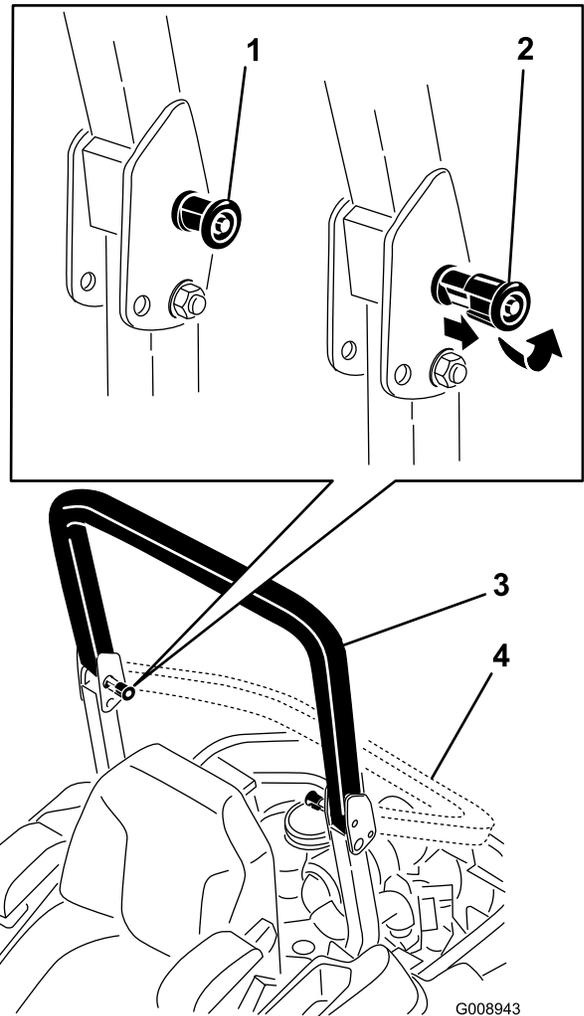

Figura 8
2. Tire de ambos pomos hacia fuera y gírelos 90° para desengranarlos (Figura 8).
3. Coloque la barra anti-vuelco en la posición de bajada (Figura 8).
4. Para elevar la barra anti-vuelco, suba la barra a la posición de uso, y gire los pomos para que se introduzcan parcialmente en las ranuras (Figura 8).
5. Eleve la barra a la posición vertical, presionando sobre la parte superior de la misma; las clavijas encajarán en cuanto se alineen con los orificios (Figura 8). Presione sobre la barra para asegurarse de que las clavijas han quedado encajadas.